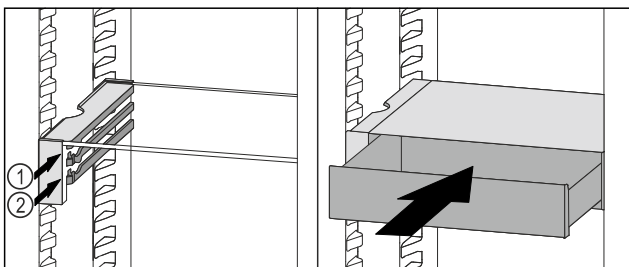

Fig. 121
- ▶ VarioSafe-Schubfach hinter den Stoppern auf gewünschter Rippe Fig. 121 (1) oder Fig. 121 (2) aufsetzen.